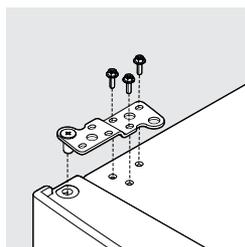

figura 13
13. Para los modelos sin cubierta de bisagra, invierta la cubierta de la bisagra e instálela utilizando una llave de cubo de 5/16 pulg. (consulte la figura 13).